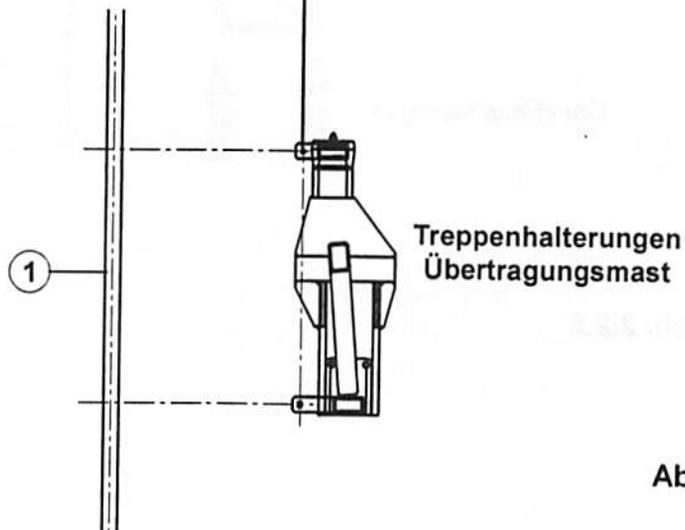

Abb. 2.2.6a
Das Montieren der kurzen Treppe ist auf dem letzten Turmelement HD23 22.6 nicht mehr erforderlich. Zum Schluss die Treppe des Übertragungsmastes (1) mit den Schrauben M12×40 befestigen (Abb. 2.2.6a)